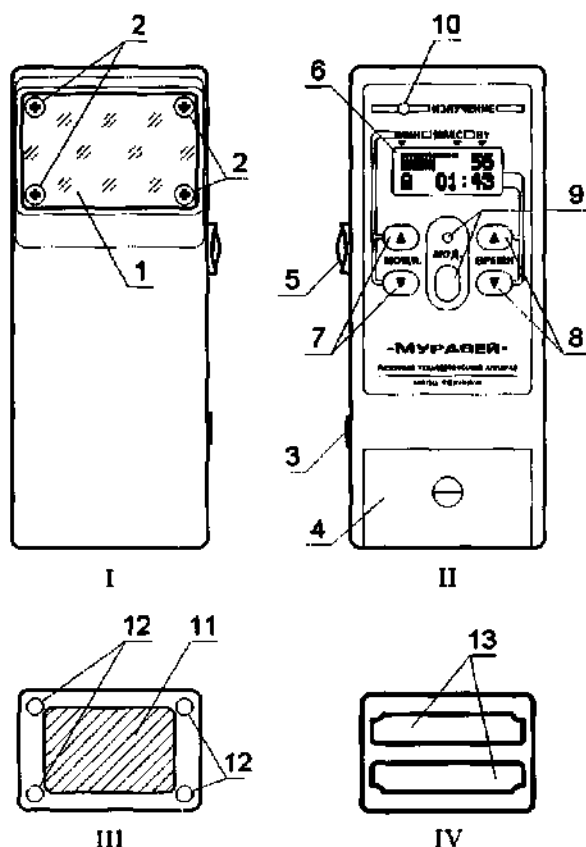

Рис. 1. Внешний вид аппарата.
1.7.1 Аппарат выполнен в пластиковом корпусе, в котором смонтированы электронная схема управления и излучающая матрица из 10 лазерных диодов. Электропитание аппарата осуществляется от сетевого блока питания или от внутреннего источника тока типа «Корунд» номинальным напряжением 9В. Для создания постоянного магнитного поля в области воздействия лазерным излучением используется магнитная насадка. Внешний аппарата представлен на Рис. 1.